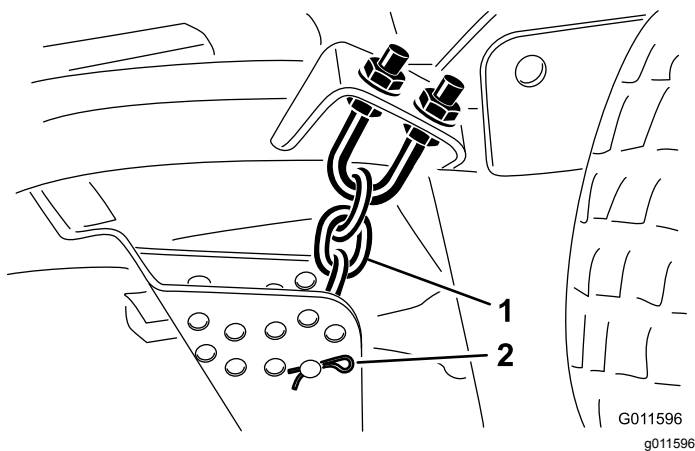

Figura 20
5. Retire la chaveta y el pasador que fijan las cadenas de ajuste de la altura de corte a la parte trasera de la unidad de corte (Figura 20).